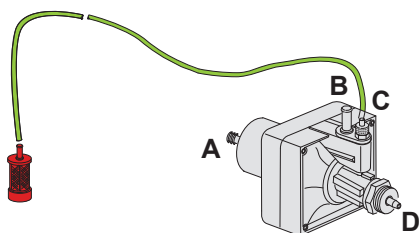
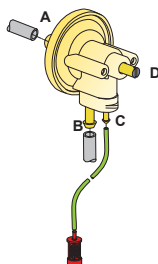

Fig. 5
Fig. 6
1.13 Fonctionnement du doseur de produit de rinçage (Fig. 5) (Fig. 6)